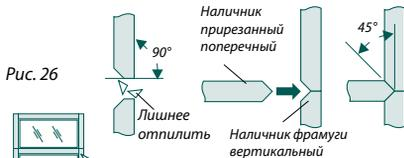
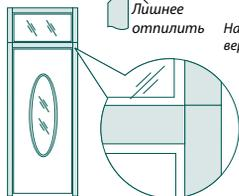

Рис. 26
Рис. 27
8.2.5 Прирезать наличник, как показано на рис. 26 для модельных линий 1000, 2000, 650 и рис. 27 для модельной линии 900.